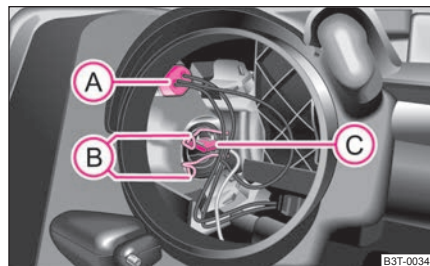

Fig. 218 Desmontaje de la bombilla para la luz de población y carretera
- Retirar el portalámparas (A) ⇒ fig. 218.
- Presione el alambre elástico (B) ⇒ fig. 218 y desengánchelo a un lado.
- Retirar el portalámparas (C) ⇒ fig. 218.